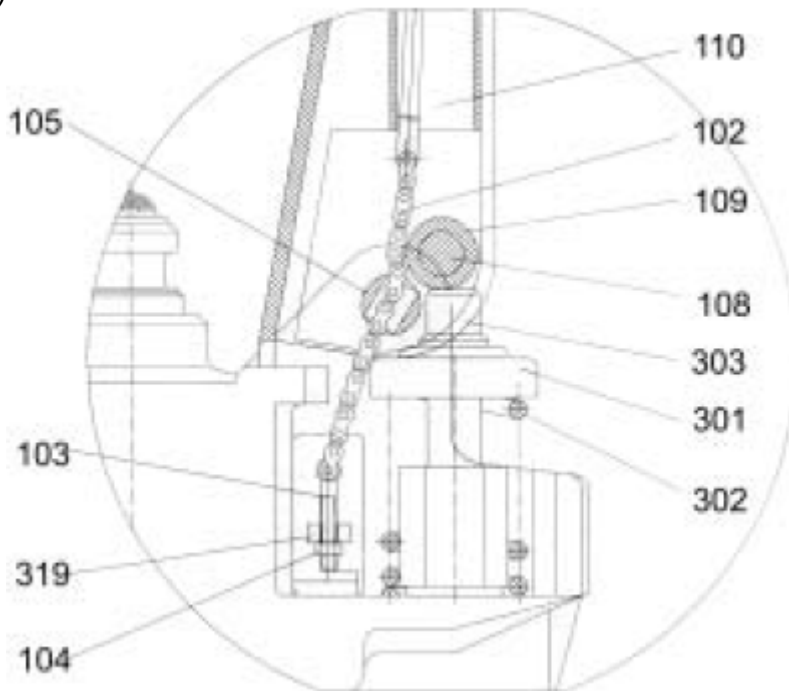

fig. 3
**2.2** Placez la poignée de commande (117) en position **Lower** (Abaisser), insérez à la main l'écrou de réglage (104), le boulon de réglage (103) et la chaîne (102) à travers le trou de l'axe (105 ; voir fig. 3).